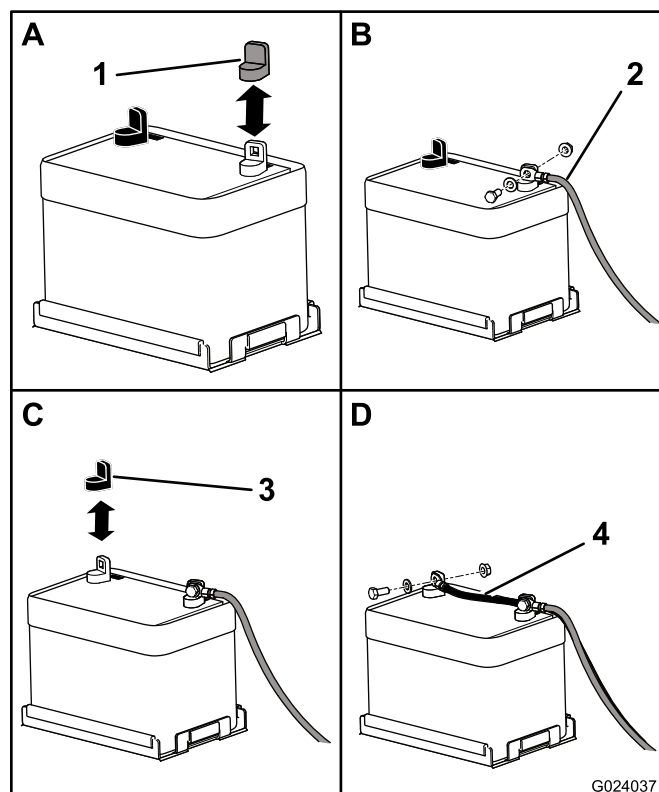

Рисунок 4
1. Снимите красную пластмассовую крышку с положительной клеммы аккумулятора (Рисунок 4).